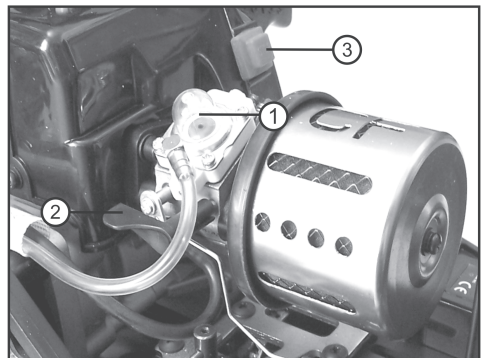

Bild 4
Zum Starten verfügt der Vergaser über eine manuelle Pumpe, mit der der Kraftstoff in den Vergaser befördert wird. Diese manuelle Pumpe besteht aus einer transparenten Gummi-Kalotte (Bild 4, Pos. 1), die so gleichzeitig als Schauglas zur Sichtkontrolle der Kraftstoffzufuhr zum Vergaser dient.
- Schließen Sie die Choke-Klappe (siehe Bild 4, Pos. 2), in dem Sie den Hebel nach unten schieben.
In Bild 4, Pos. 3 ist auch der Taster für „Motor aus“ zu sehen.